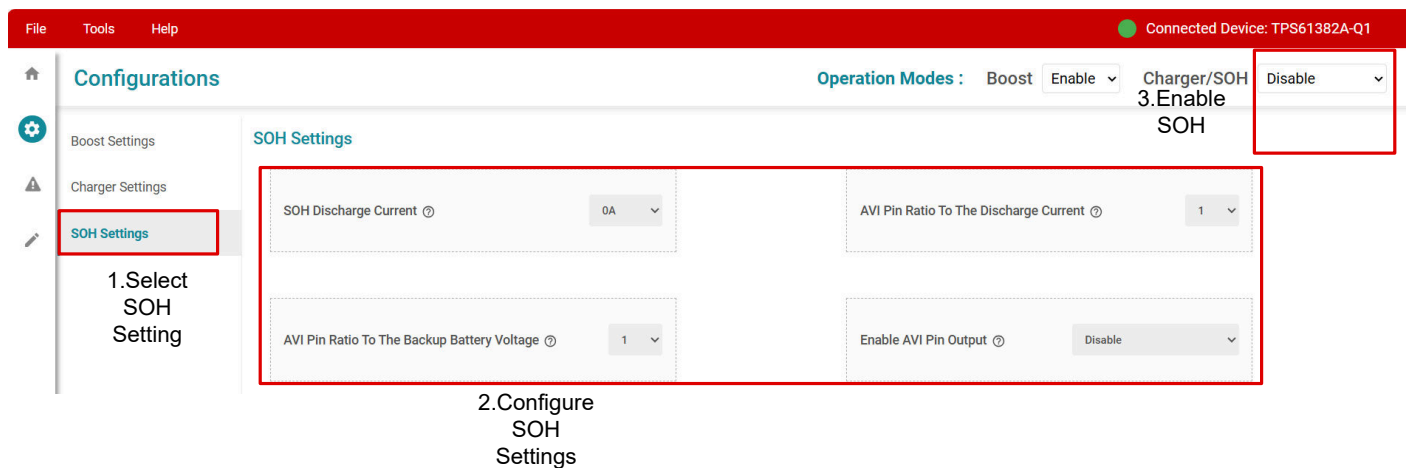

図 3-5. SOH 設定シート
6. 「SOH 設定」ボタンをクリックし、「SOH 設定シート」に切り替えます (図 3-5 を参照)。設計目標に応じて、SOH 放電電流、AVI ピンの出力比、AVI 出力などを設定します。